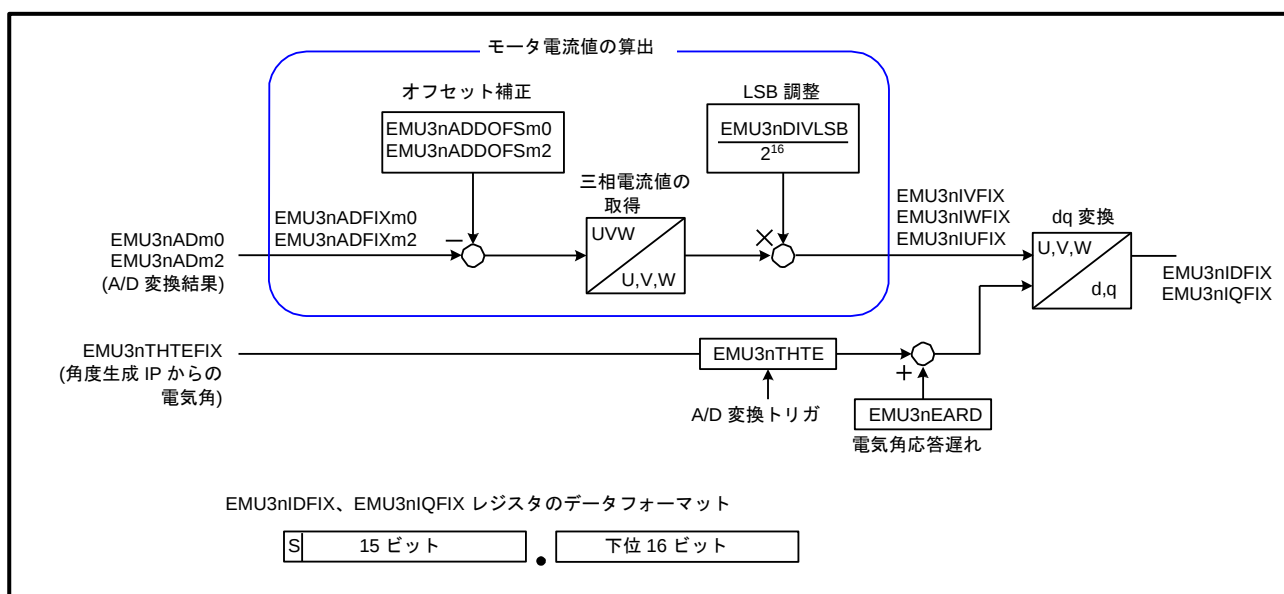

図 2-3 入力 IP のブロック図
- 入力 IP は二相のモータ電流値から残り一相の電流値を求め、さらに求めた電流値と電気角をもとに dq 変換を行います。EMU3nIPTRG レジスタの INIPTRG[1:0] ビットを “B’ 10” に設定した場合、A/D 変換が完了すると入力 IP が自動的に起動します。EMU3nTHTEFIX レジスタに格納された値は、A/D トリガ発生時に入力 IP へ転送され、EMU3nTHTE レジスタに格納されます。図 2-3 に入力 IP のブロック図を示します。